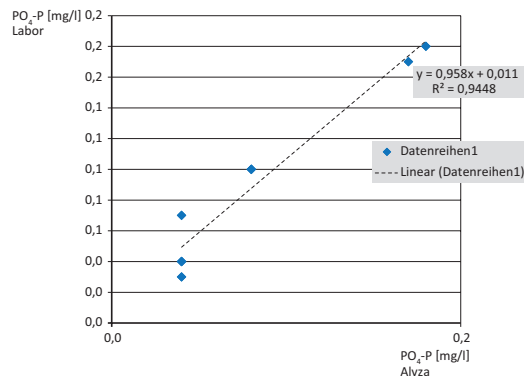

Abbildung 4: Lineare Regression der Messwertepaare aus Abb. 3 mit einem Bestimmtheitsmaß von über 0,94.
**Die Regressionsgerade in Abbildung 4 weist eine sehr hohes Bestimmtheitsmaß von  $R^2 > 0,94$  auf. Zwar ist der Wert kleiner als bei den beiden anderen Anlagen; allerdings ist dies unter Berücksichtigung der niedrigen Konzentrationen ein herausragendes Ergebnis.**